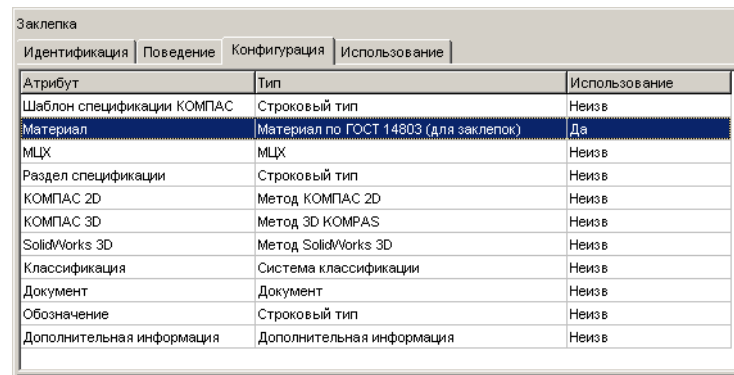

Рис. 4.105.
5. Нажмите кнопку **Применить**. Окно переопределения параметра закроется. На вкладке **Конфигурация** будет показан уточненный тип атрибута (рис. 4.105).